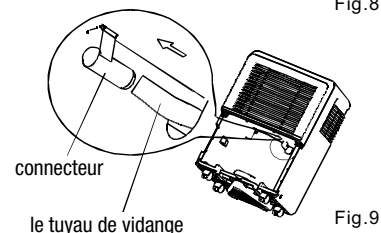

Fig. 9
- Retirez le couvercle en plastique de la sortie de vidange à l'arrière de l'unité et mettez-le de côté et retirez le bac, puis insérez le tuyau de vidange à travers la sortie de vidange de l'unité et enfoncez-le solidement dans le connecteur situé sur le devant de l'unité. (Voir. Fig. 9)